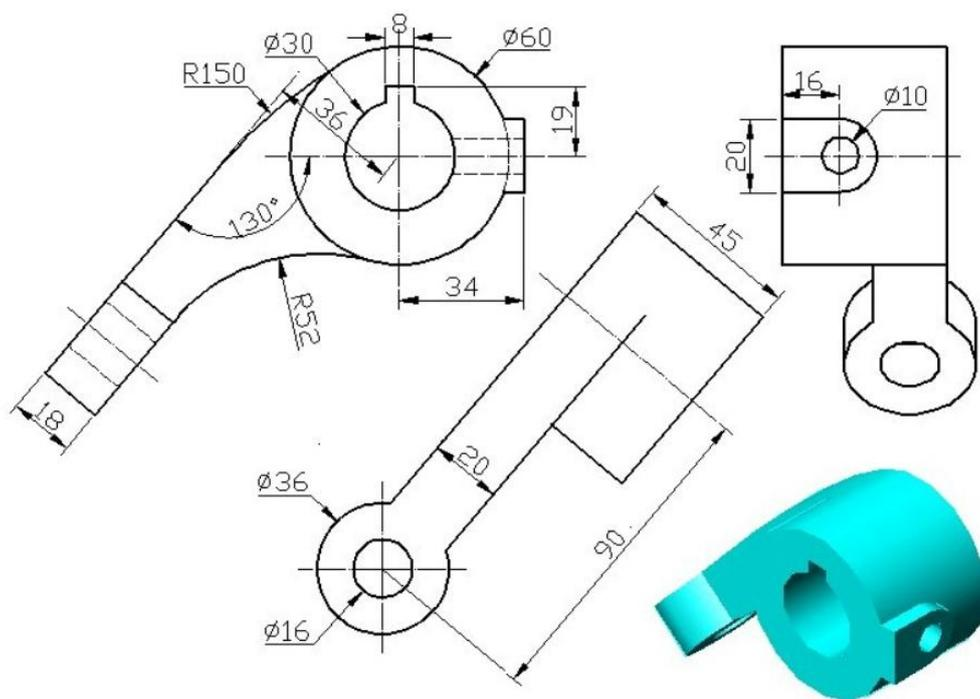

图 J1-9 三维零件 9
- ① 在盘下建立考生文件夹，文件夹名称为“场次-工位号”，所有文件必须保存在考生文件夹中，否则记零分；
- ② 文件名称为“J1-9”，保存在考生文件夹中；
- ③ 根据图 J1-9 所示尺寸完成三维建模；
- ④ 隐藏草图和创建的基准平面；
- ⑤ 考试过程中注意保存，考核结束时考试应立即停止操作，不得关闭电脑，离开考场。
(2) 实施条件